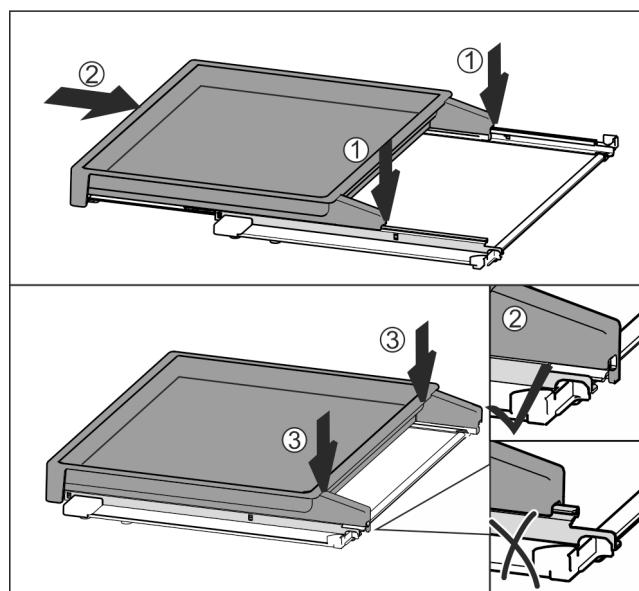

Fig. 79
- Nasadte vyťahovaciu poličku centricky na kolajničky Fig. 79 (1).
- Úplne zasuňte vyťahovaciu poličku Fig. 79 (2).
- Tlačte na zadnú stranu, kým počuteľne nezapadne Fig. 79 (3).